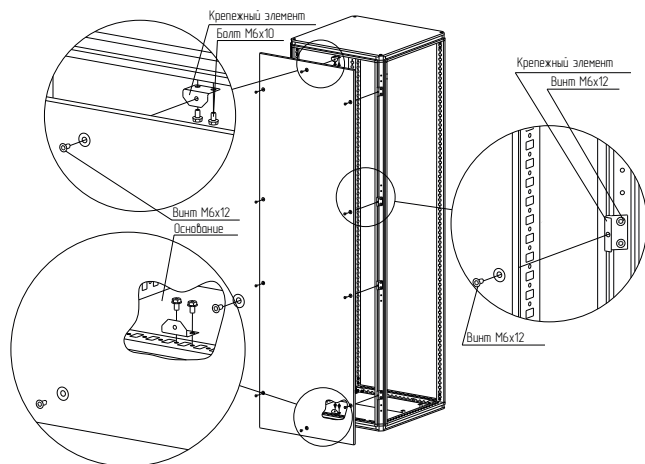

Рисунок 27
4.14.2 Закрепить восемь крепежных элементов на стойках каркаса (рисунок 27).